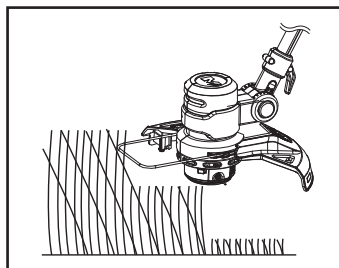

Rys. 15
6. Przesuwać urządzenie wolnym i regularnym ruchem od lewej do prawej, a następnie z powrotem do pozycji początkowej, po czym przejść do przycinania kolejnego obszaru (rys. 15).